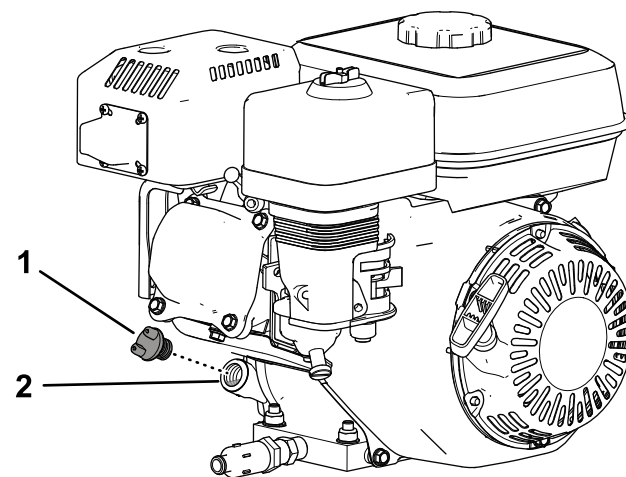

Figure 27
2. Nettoyez la surface autour du bouchon de remplissage d'huile (Figure 27).